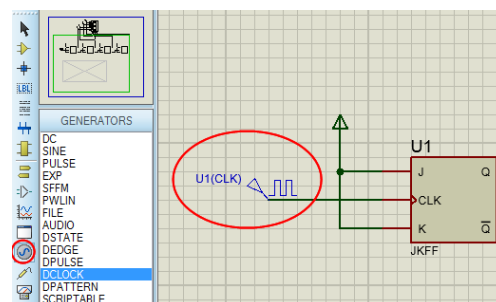

图 15
为了生成电路波形，我们可以把时钟元件换成一个时钟激励源。单击工具箱中的激励源按钮，然后在对象选择区选择 DCLOCK，在编辑区中添加数字时钟激励源。如图 15 所示。
(2) 在原理图中添加激励源，选用正弦信号发生器，命名为 V1，并设置其幅度为 1V，周期为 1s。将该信号源接至电阻 R1 的一端。激励源的添加方法见图 15。
(3) 在原理图中添加激励源，选用 DC 信号发生器，命名为 V2，并设置其幅度为 1.5V，将该信号源接至电阻 R2 的一端。
(4) 在原理图中添加激励源，选用 DC 信号发生器，命名为 VCC，并设置其幅度为 5.0V，将该信号源作为工作电源接至运放的第 4 脚。